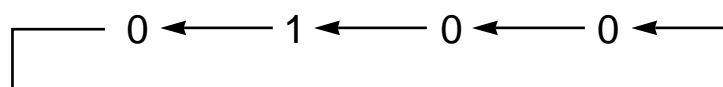

Abb. 7.1.5
- 2.3 Mit den Tasten Δ , ∇ und \triangleleft die Sperre 'Daten setzen' auf "0000" stellen. Ein Beispiel, wie die Einstellung von "0100" geändert wird, ist unten gezeigt. Die Taste \triangleleft drücken, um das hell aufleuchtende Digit bis zur Hunderterstelle zu verschieben. Das hell aufleuchtende Digit wird jedes Mal wie in Abb. 7.1.5 gezeigt verschoben, wenn die Taste \triangleleft gedrückt wird: